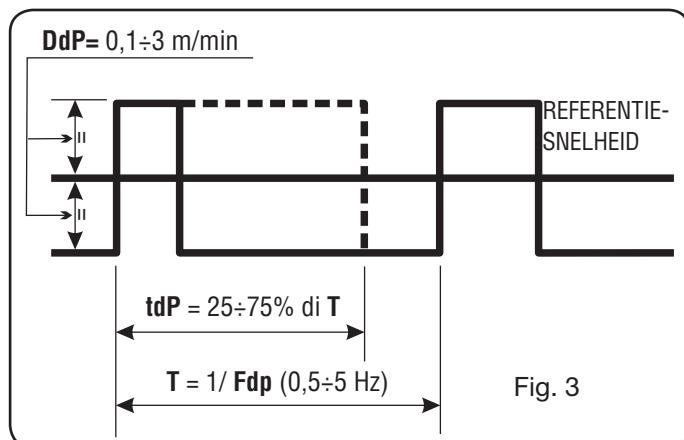

Fig. 3
D) Draai aan de knop **AI** tot het display de afkorting **tdP** weergeeft. Dit is de duur van de hoogste draadsnelheid, d.w.z. de hoogste lasstroom. Deze wordt uitgedrukt als een percentage van de tijd die wordt gewonnen met de frequentie **Fdp** (fig. 3).